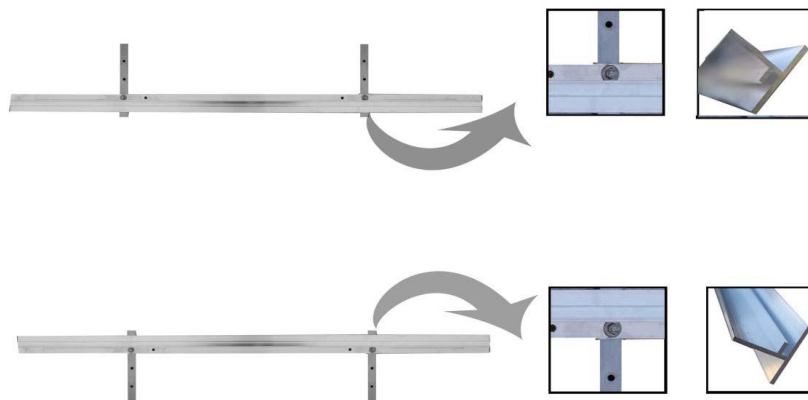

Fig. 1
- 2) Fijamos pletinas perforadas en listón inferior y ajustamos anclajes según fig.1 y 2
3) Colocamos pletinas en listón superior fig.1 y 2 dejando algo suelta la unión entre anclaje y pletina agujereada para fijar una vez encajado el panel.